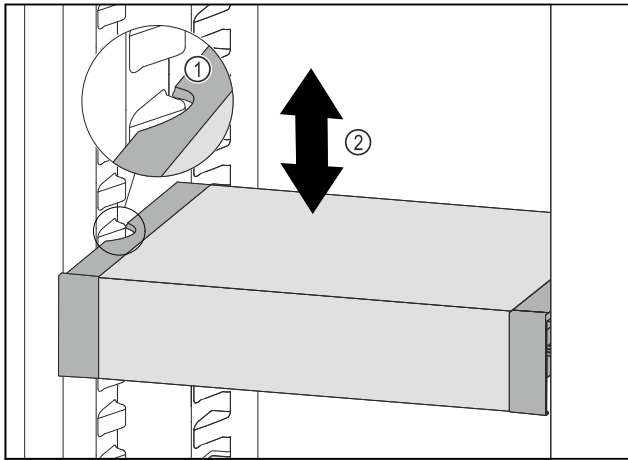

Fig. 103
- ▶ VarioSafe naar voren trekken tot de uitsparingen aan de zijkant van de VarioSafe zich ter hoogte van de rib in het koelgedeelte bevinden. Fig. 103 (1)
- ▶ VarioSafe in het koelgedeelte omhoog of omlaag bewegen tot de gewenste hoogte is bereikt. Fig. 103 (2)